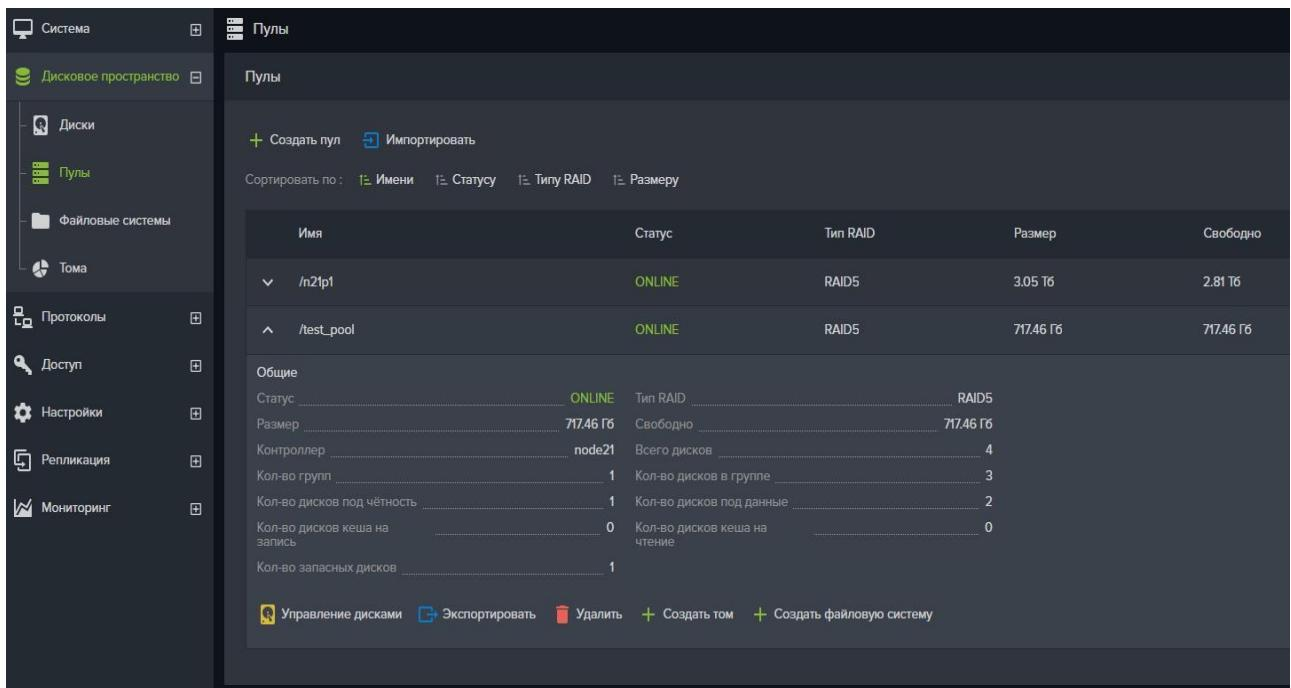

Рисунок 38 – Удаление пула
3. Нажмите на кнопку «Удалить» (см. Рисунок 38).